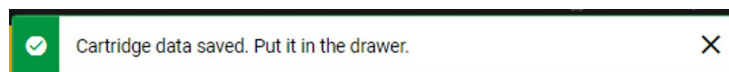

Bild 18. Dialogrutan för sparad kassett.
5. Efter lyckad datainmatning visas följande meddelandefält en kort stund överst på skärmen (Bild 18).